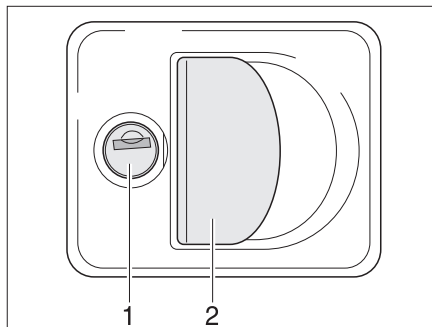

Fig. 29 Serratura dello sportello con impugnatura
- Inserire la chiave nel cilindro della serratura (Fig. 29,1) e ruotare di un quarto di giro. La serratura dello sportello è sbloccata.
- Tirare la maniglia della serratura (Fig. 29,2). In questo modo si apre lo sportello esterno.